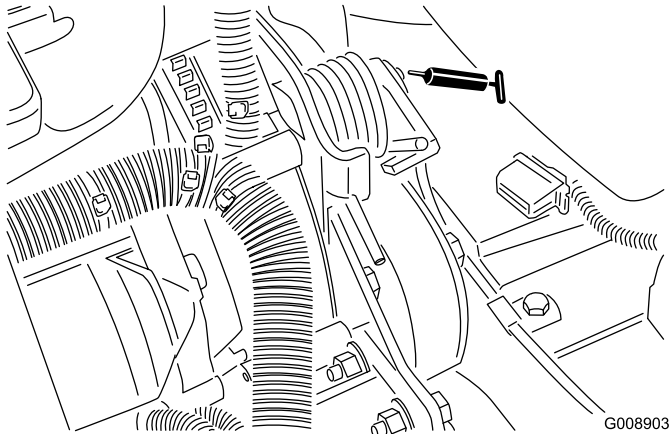

**Figura 36**
- Mando segar/transportar (Figura 36)